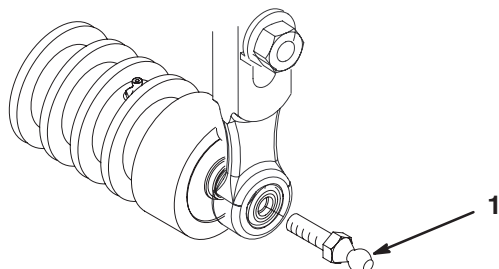

Figure 17
- G. Posez le support du moteur à l'extrémité gauche du plateau de coupe au moyen des (2) vis Allen retirées précédemment. Serrez les vis à 16-20 Nm.
4. Vissez une rotule à chaque extrémité du rouleau avant du plateau de coupe (Fig. 17).